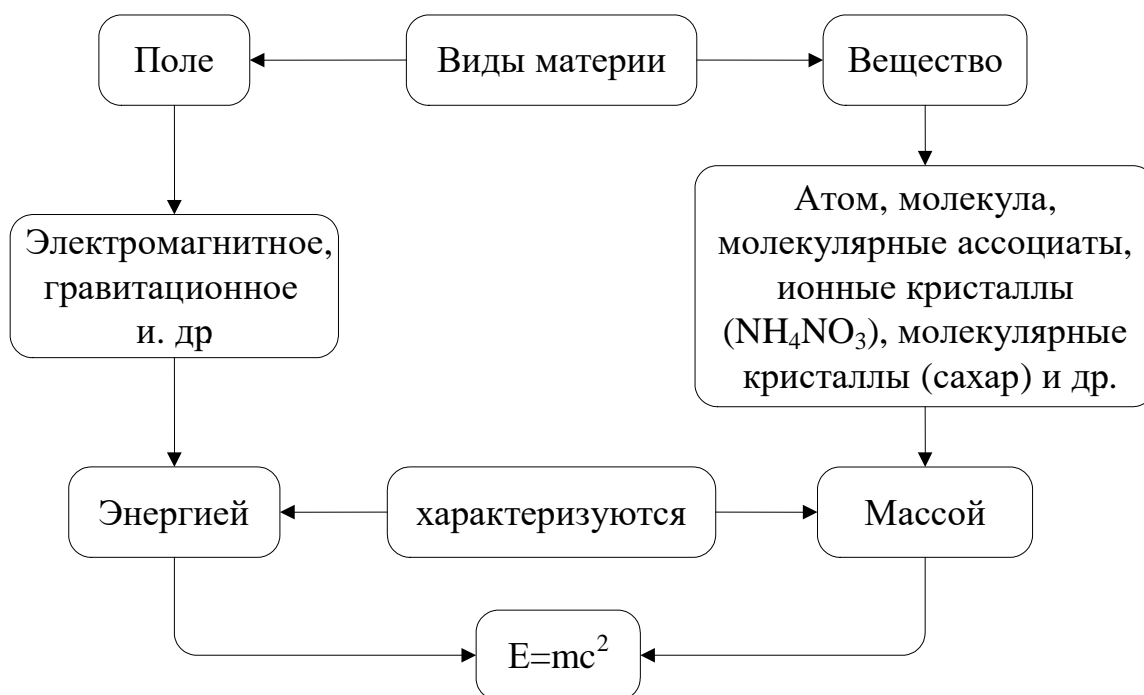

Рис. 1. Формы материи
**Химия** относится к естественным наукам, изучающим окружающий нас мир. Все существующее – это материя, которая проявляется в двух формах: вещества и поля (рис.1).